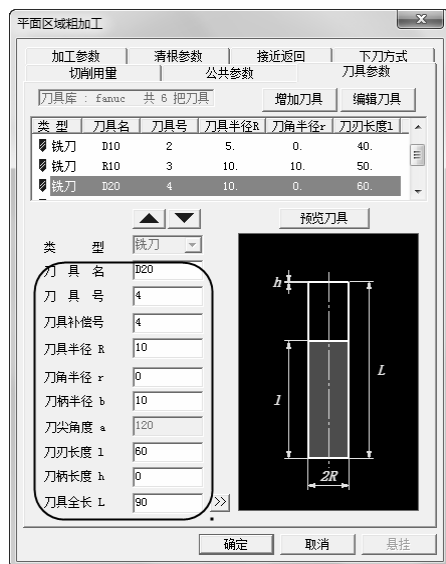

图 2-45 “刀具参数”选项卡
7) 单击“刀具参数”选项卡，选择刀具名称为“D20,r0”，D 代表刀具直径，r 代表刀角半径的平底刀。具体“刀具参数”参数数值如图 2-45 所示。